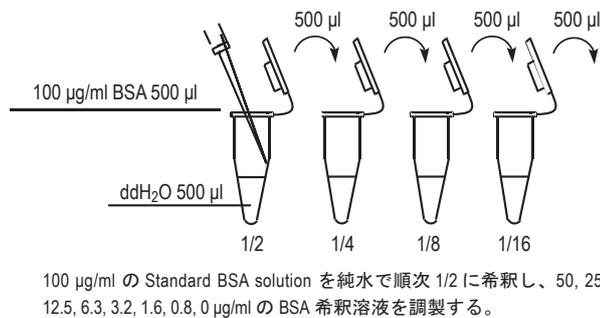

Fig.5 検量線作成用BSA希釈溶液の調製方法
- 2) 100 $\mu\text{g/ml}$ BSA solution を純水で順次1/2に希釈して、0 ~ 50 $\mu\text{g/ml}$ のBSA希釈溶液を調製する (Fig.5)。